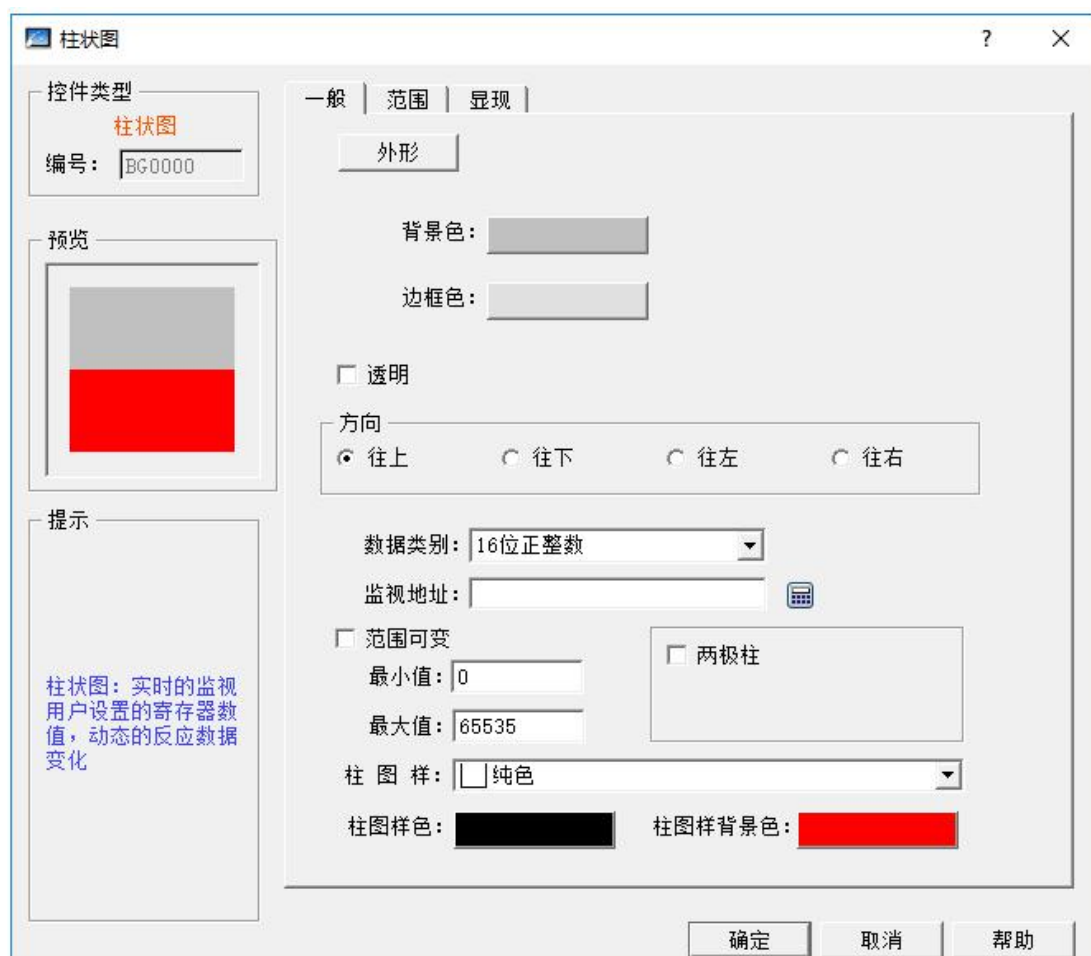

图 4-102 柱状图对话框
1. 选择工具栏中的柱状图图标  或者工具菜单中的柱状图，弹出如图 4-102 所示对话框。
➤ 边框色：设置柱状图的边框颜色，在图 4-102 中设置边框色无效，用户可选择“外形”中的另外一个图形，选择边框色可以看出变化；